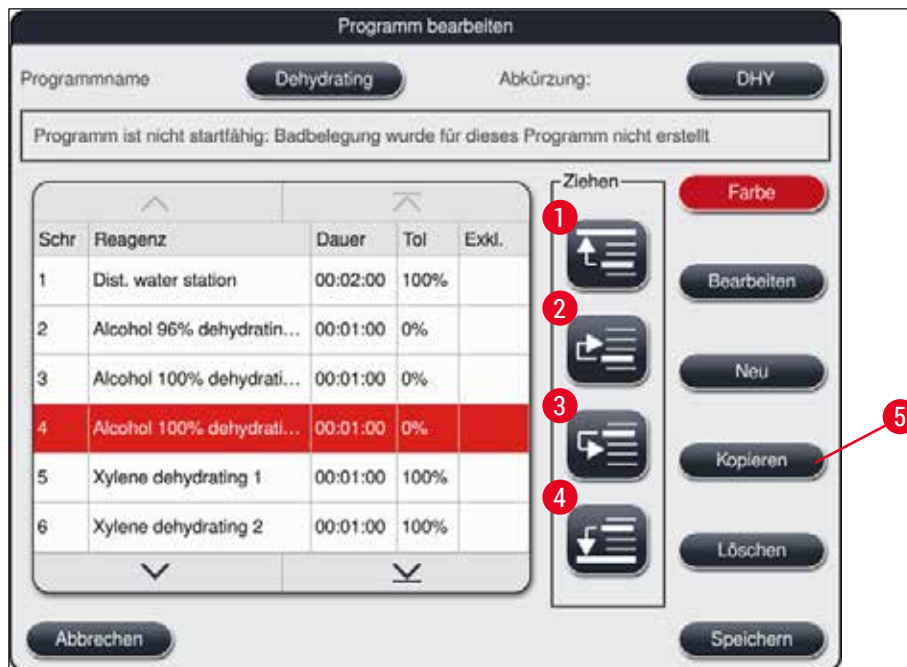

Abb. 49
- Es öffnet sich das **Programmschritt bearbeiten**-Fenster (→ "Abb. 49").
- Mit der Taste **Speichern** (→ "Abb. 49") werden die Änderungen übernommen. Die Taste **Abbrechen** drücken, um die Änderungen zu verwerfen.